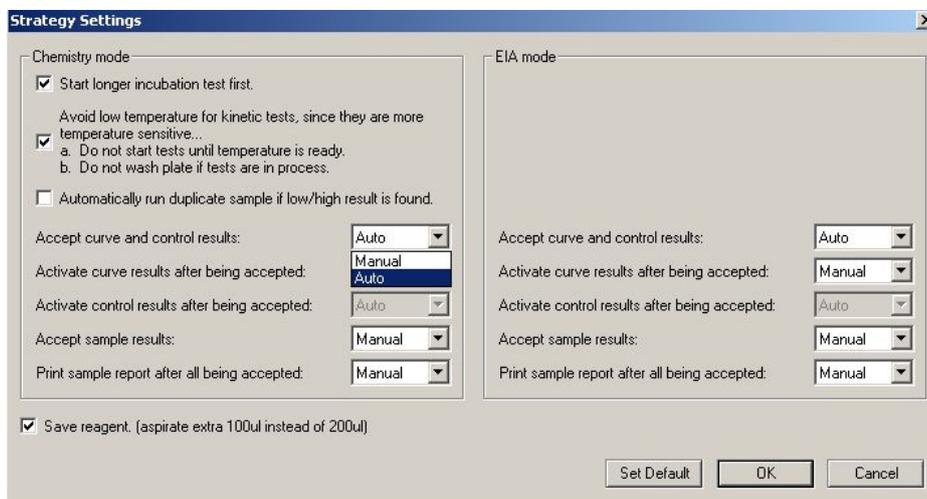

Рисунок 5.1.4-2. Меню принятия калибровки и результатов контролей.
- **Принятие калибровки и результатов контролей (Accept Curve and Control Results) (смотрите Рисунок 5.1.4-2. Меню принятия калибровки и результатов контролей.):**